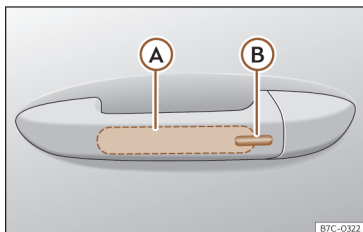

Fig. 47 Manípulo da porta: superfícies sensoras.
>>> **Fig. 47**
- Toque na superfície sensora >>> **Fig. 47 (B)** situada no lado exterior do manípulo da porta. Todos os indicadores de direção piscam uma vez.
- Antes de passarem 5 segundos, toque uma vez no sensor do lado exterior do manípulo da porta >>> **Fig. 47 (B)**. Ao fazê-lo, não agarre o manípulo. O sistema Keyless Access fica desativado temporariamente.
- Verifique a desativação puxando o manípulo da porta uma vez passados 10 segundos no mínimo. Não deverá ser possível abrir a porta. Na próxima vez o veículo só se poderá destrancar eletronicamente com a chave do veículo. Após a destrancagem seguinte, o sistema Keyless Access estará novamente ativado >>> ①.
Para **fechar com a função de conforto** todas as janelas elétricas e o teto de vidro, mantenha um dedo durante uns segundos sobre a superfície sensora de bloqueio >>> **Fig. 47 (B)** do manípulo da porta até que as janelas e o teto se tenham fechado.